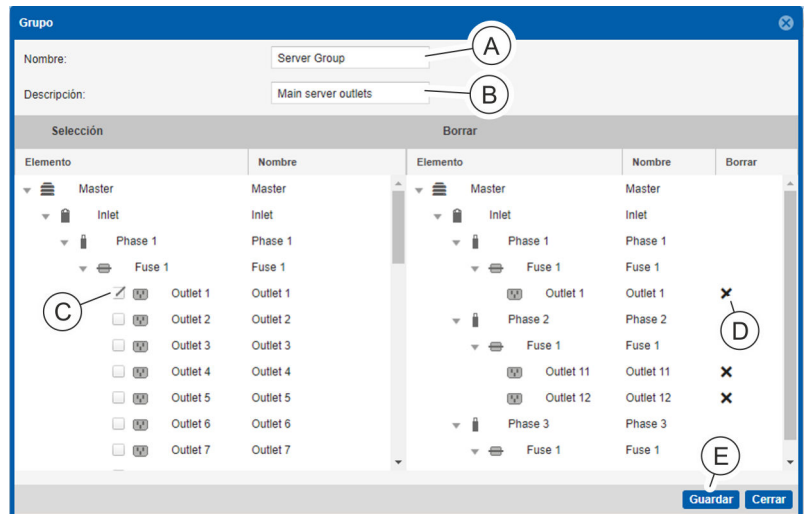

Fig. 112: Ventana "Grupo"
⇒ Se abre la ventana "Grupo" (Fig. 112).
4. En la ventana "Grupo", introduzca un nombre (Fig. 112/A) y, si es necesario, una descripción del grupo (Fig. 112/B).
5. En la columna izquierda, seleccione enchufes hembra individuales marcando la casilla de verificación correspondiente (Fig. 112/C).
6. En caso necesario, borre determinados enchufes hembra con el botón **x** (Fig. 112/D) de la columna derecha.
7. Pulse el botón "Guardar" para guardar un grupo de enchufes hembra (Fig. 112/E).